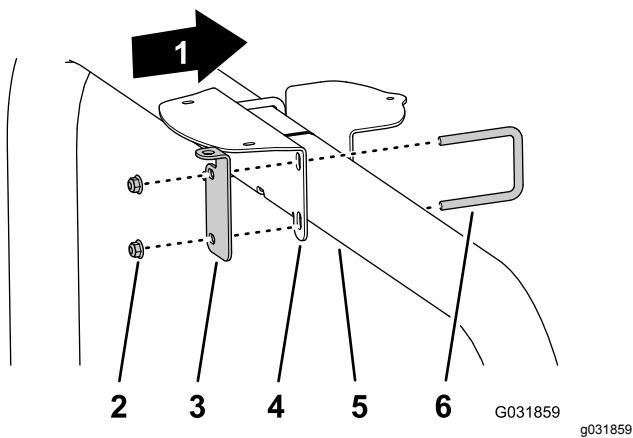

图 150
- 如果您的机器配备了GNSS全球导航卫星系统和 CDMA 或 GSM RTK 校正调制解调器组件请使用 2 个 U 形螺栓和 4 个凸缘锁紧螺母 $\frac{3}{8}$ 英寸将接收器安装支架和 RTK 天线支架组装到 ROPS 管上图 150。